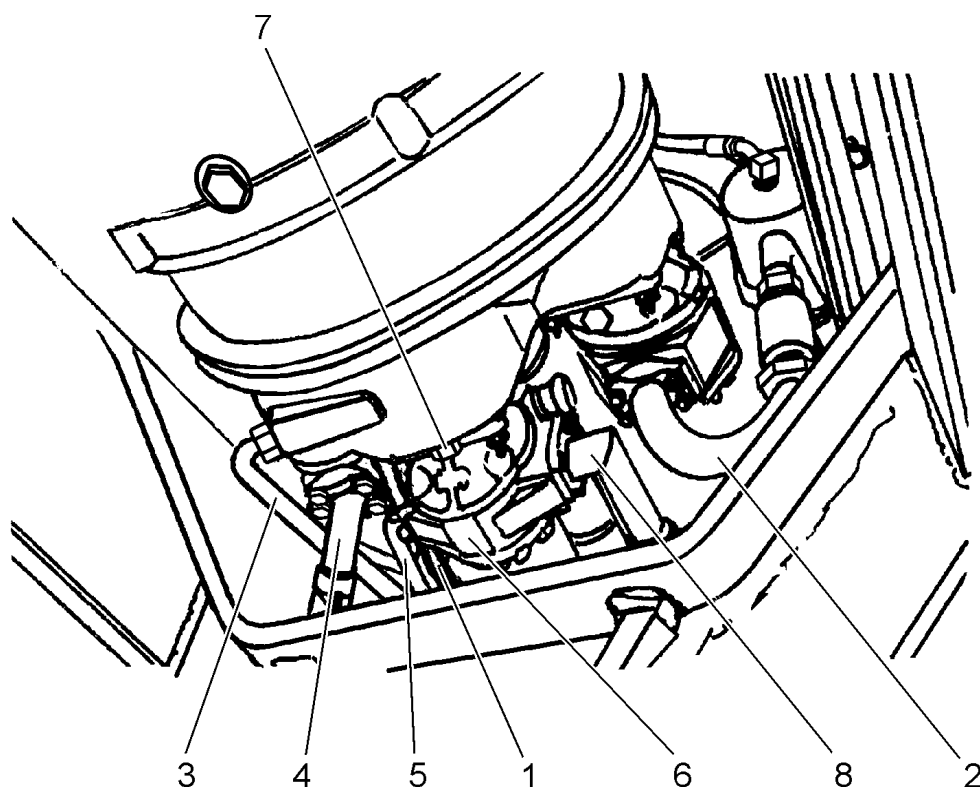

Рис. 7В.15. Места подсоединения гидротрансформатора (вид снизу)
8. Соединить карданный вал (4, Рис. 7В.14.) гидротрансформатора с фланцем входного вала коробки передач болтами с самоконтрящимися гайками. Гайки затянуть моментом 55÷65 [Нм].